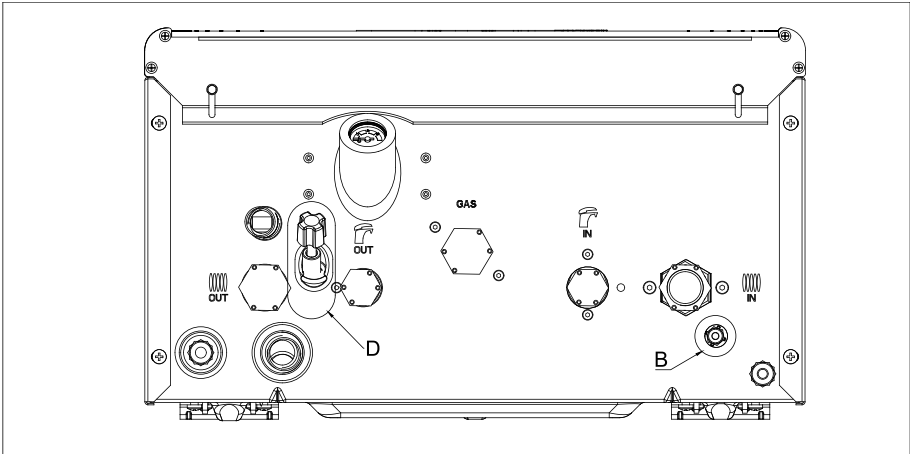

Abbildung 3. Smart Fit-Kombigerät Ansicht von unten
An der Unterseite des Smart Fit Kombigeräts befindet sich ein Manometer. Nachdem alle notwendigen Anschlüsse (Strom, Rohre und Abgasführung) des Kombigeräts vorgenommen werden, kann der Füllvorgang über den Füllhahn (D) unten links am Kombigerät erfolgen (Abbildung 3).
Sollte der Wasserdruck unter einen bestimmten Wert fallen erscheint auf der Anzeige die Fehlermeldung E04. Öffnen Sie den Füllhahn (D) in Abbildung 3, um den Druckwert in der Anlage zu erhöhen. Um eine Überfüllung der Anlage zu vermeiden, überprüfen Sie den Druckwert am Manometer. Füllen Sie die Anlage weiter, bis der Druck 1,2 bar erreicht. Wenn dieser Wert erreicht ist, schließen Sie den Füllhahn.
Sollte der Wasserdruck 3 bar überschreiten, lassen Sie die entsprechende Menge Wasser über den Ablasshahn (B) in einen Eimer (Abbildung 3) abfließen.